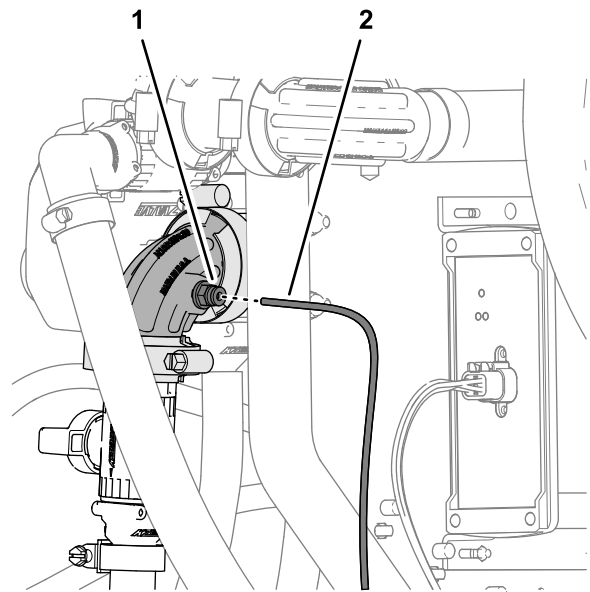

Figura 137
2. Allineate l'estremità del tubo di rilevamento della pressione (in plastica) per il manometro del cruscotto con il collare di bloccaggio per l'accoppiatore del tubo del raccordo a 90° della valvola di intercettazione dell'asta di irrorazione manuale o il kit avvolgitubo elettrico (Figura 137).
3. Inserite il tubo di rilevamento nel collare di sicurezza fino a quando non è completamente in sede (Figura 137).